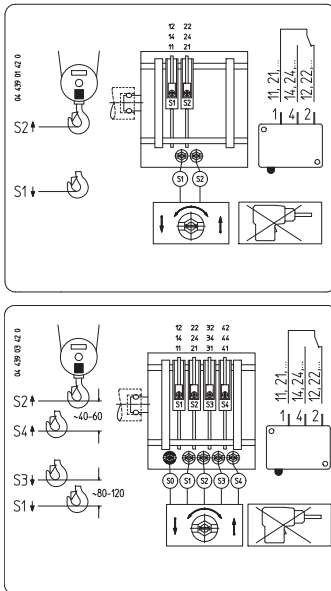

Fig. 1/2
6.5.1 Standardkran-Variante I (Fig. 1/2)